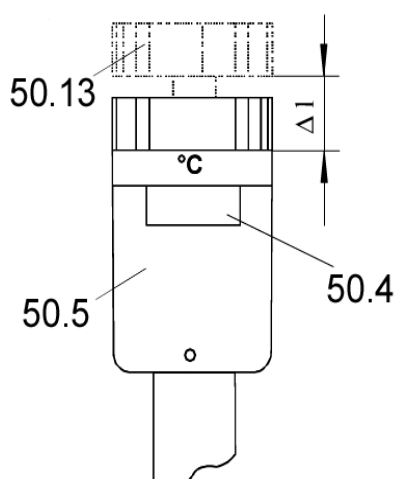

Bild 7: Übertemperaturanzeige
- Bei Sollwertabsenkungen größer 30 K kann es zum Ansprechen der Übertemperatursicherung kommen. Dieser Zustand ist am Abheben des Einstellknopfes (Pos. 50.13) vom Gehäuse (Pos. 50.5) erkennbar (Bild 7). In diesem Falle ist unbedingt der Temperatenausgleich abzuwarten, bevor weiter verstellt wird. Häufiges Ansprechen der Übertemperatursicherung mindert die Lebensdauer der Thermoregler!